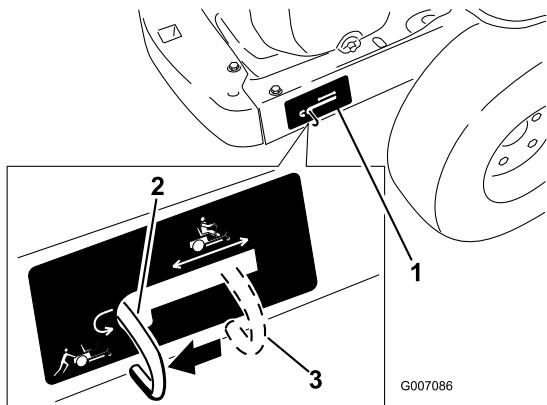

Bild 20
4. Schieben Sie die Bypasshebel nach hinten und dann nach unten, um sie zu arretieren, wie in Bild 20 dargestellt, um die Radmotoren auszukuppeln. Wiederholen Sie die Schritte an jeder Maschinenseite.
Schieben Sie die Bypasshebel nach oben und drücken Sie sie dann nach vorne in die **Mitte** des horizontalen Schlitzes (Bild 20), um die Radmotoren einzukuppeln.